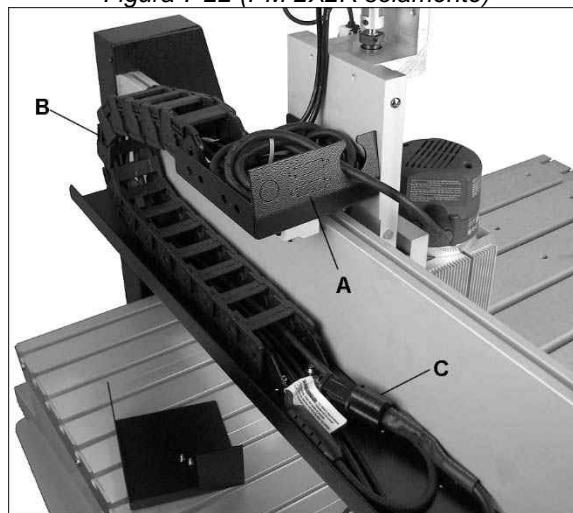

Figura 7-23 (PM-2X2R solamente)
Coloque el cable de alimentación de modo que no interfiera con el movimiento vertical u horizontal de la cabeza. Vea la Figura 7-23. El método óptimo consiste en pasar el enchufe por la caja (A) y cadena de arrastre (B) y conecte al receptáculo (C) en la bandeja. Mantenga el exceso de cable dentro de la caja, según se muestra (no se incluyen ataduras de cables).